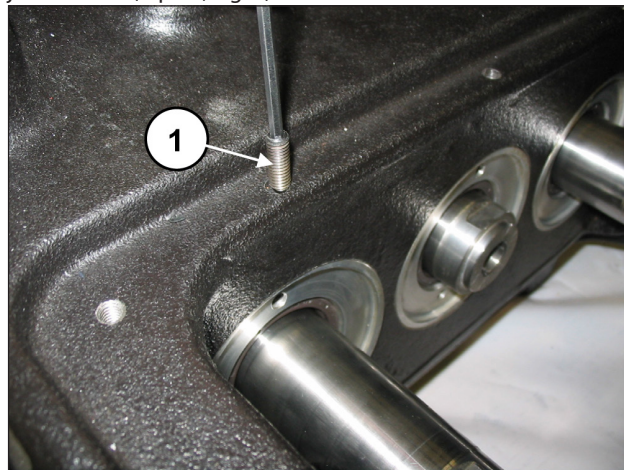

Fig. 3
Dévisser les goujons de retenue M6 des trois couvercles du joint d'huile (rep. ①, Fig. 3).